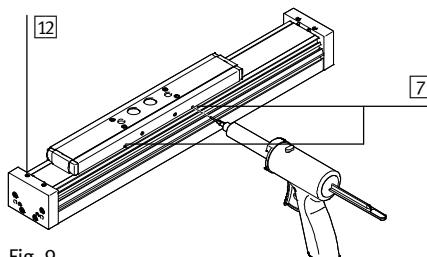

Fig. 9
- Aflojar los tornillos **[12]** (→ Fig. 9).